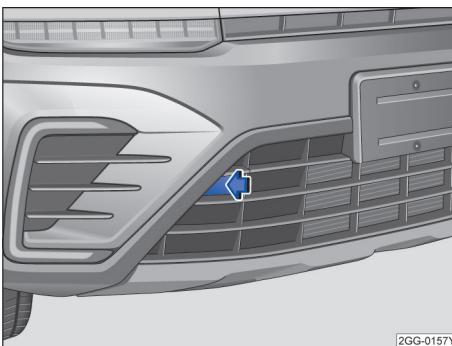

图 146 拆卸盖板
- 按压盖板的左侧区域→图 146 (箭头)，松开盖板的卡扣。